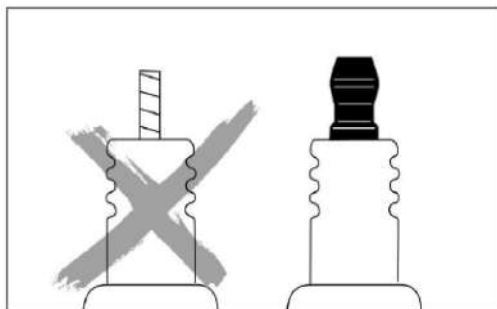

Рис. 20
• Проверьте крепление контактной гайки. Запрещается использовать свечу зажигания, если контактная гайка плохо закреплена или отсутствует (рис. 20).